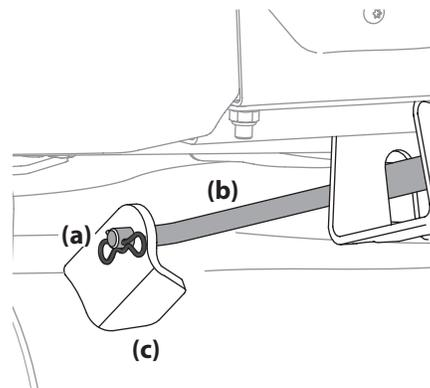

Figura 4-13
6. Tire del pasador de chaveta (a) hacia afuera de la varilla de elevación delantera (b) de la plataforma que la sujeta a la plataforma. Consulte Figura 4-13. Saque la varilla de elevación de la plataforma de la ménsula de suspensión frontal (c).
- Vuelva a instalar la varilla de elevación delantera de la plataforma y sujétela en su lugar con el pasador de chaveta. Consulte la Figura 4-13.